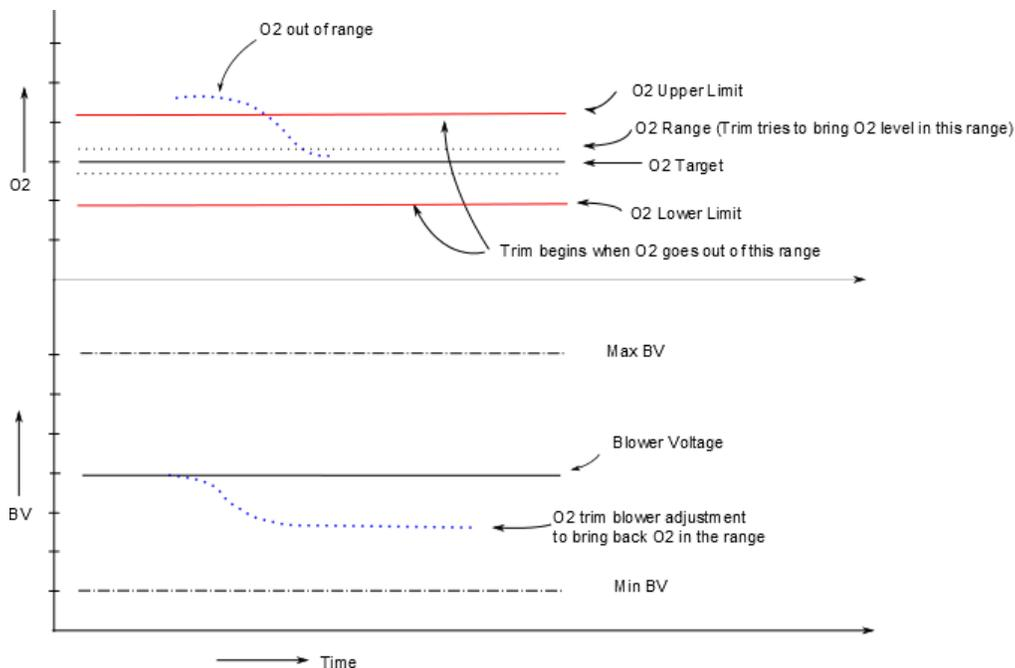

Figure 9-2 : Fonction de compensation d'O2
La figure 9-2 illustre graphiquement la logique de fonctionnement du système de compensation d'O₂ et l'interaction entre la tension du ventilateur (BV), les limites d'O₂ et le rapport air/carburant lors d'une opération de compensation d'O₂. Les limites sont des pré-réglages fixes du contrôleur. La plage cible est ajustable dans ces limites afin de permettre à l'utilisateur de sélectionner le rapport air/carburant optimal pour un chauffe-eau ou une application spécifique.
La figure 9-2 montre comment le contrôleur réagit à une valeur de % d'O₂ supérieure à la limite supérieure. Il réduit la tension du ventilateur (BV) jusqu'à ce que la valeur de % d'O₂ se situe dans la plage cible, à condition que les réglages de la BV soient conformes aux limites de la cadence de tir. Le contrôleur enregistre ensuite ce réglage comme nouveau réglage de la BV jusqu'à sa modification manuelle ou par un autre cycle de la fonction de compensation d'O₂.